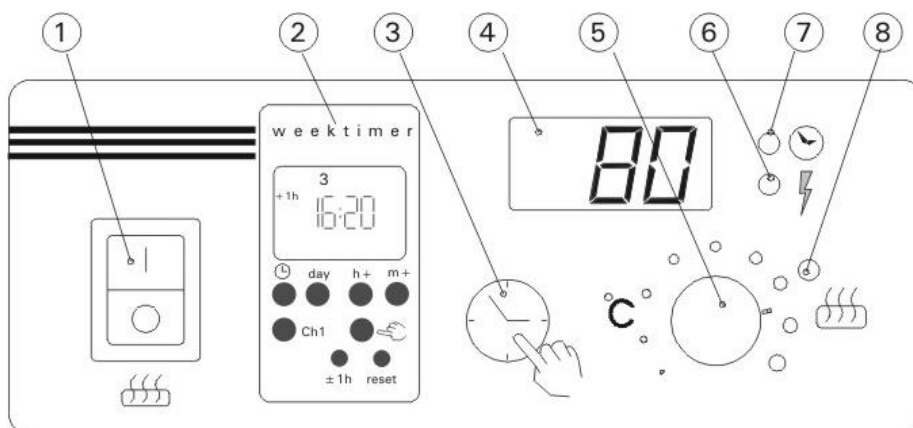

Fig. 1 Kontrolpanelets afbrydere og signallamper.
2.2. Timer / weektimer (2) Nedenstående fig 1 til 23 ses på billede 1.
Billede 1 med fig. 1 – 23.